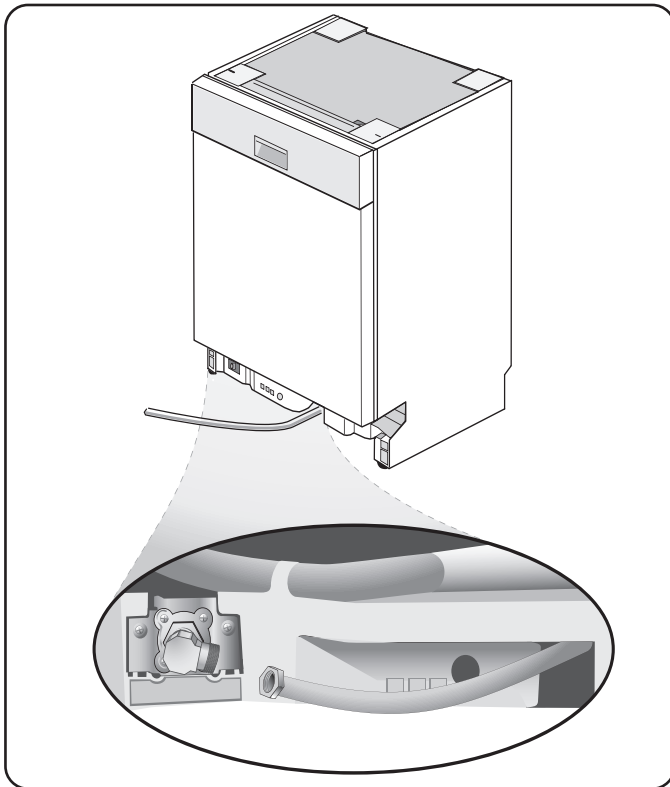

Ilustración 12
**NOTA:** No se proporciona el acoplador acodado de 90° con la lavadora y por consiguiente se debe comprar separadamente. Si usted decide usar tubería de cobre para alimentar el agua caliente, cuide de que el acoplador cuente con un accesorio sujetador de compresión. Selle todas las conexiones roscadas con cinta de teflón o compuesto sellador de rosca cuando sea necesario. See **Figure 12**.